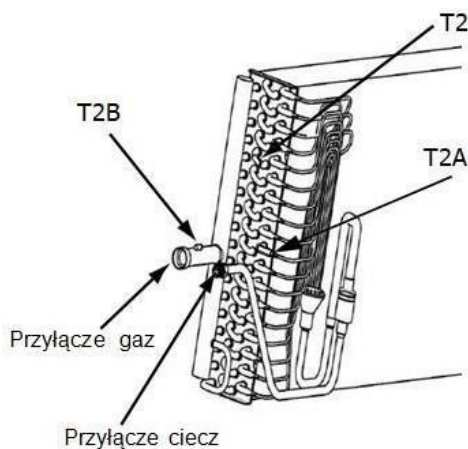

Rys. 2 Czujniki temperatury w zestawie.
- podłączyć czujniki temperatury zgodnie z opisem (CN7, rys.2).